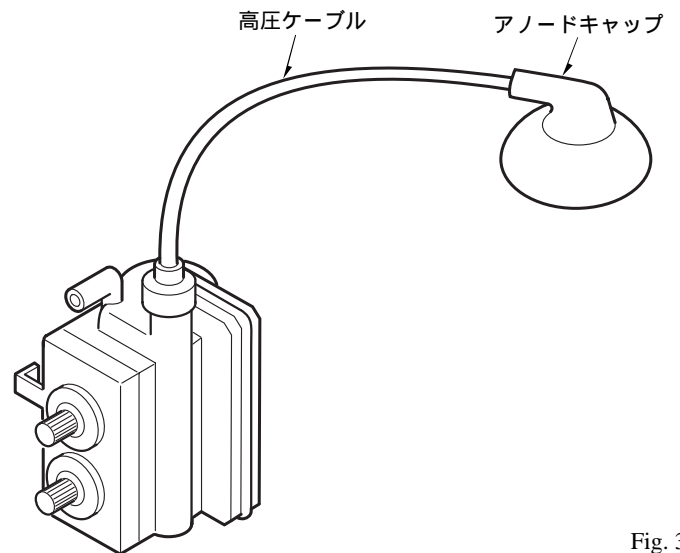

Fig. 3-3
(3) 高圧ケーブルのくせをとり、ねじれない様に配線処理を行う。(Fig 3-3参照)